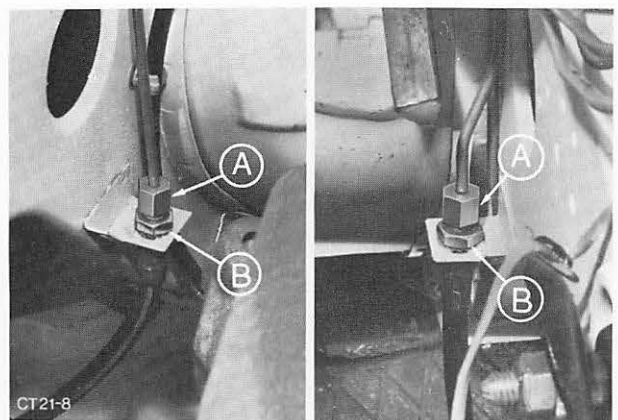

Abb. 17 Bremsleitungen und -schläuche am Längsträger abbauen
4. Bremsleitungen und Bremsschläuche von den Haltern am rechten und linken Längsträger abschrauben, Abb. 17.